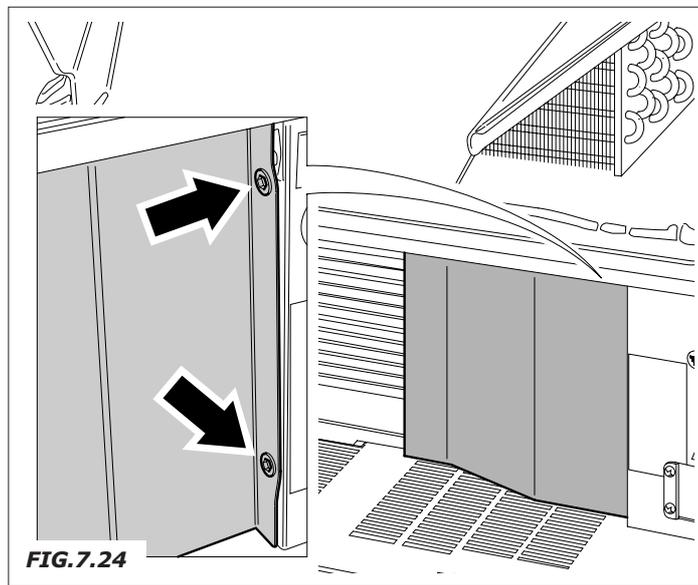

FIG. 7.24
- Destornillen los tornillos de sujeción del cárter (Fig.7.24) y lo quiten.